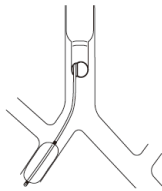

Abb. 10
- Bei einem Patienten mit dem Oberlappen der rechten Lunge, der sich sehr nahe an der Trachealgabelung befindet, kann eine Blockade der Mittel- und Unterlappen der rechten Lunge anstelle der gesamten rechten Lunge durch Platzierung des Blockers im Zwischenbronchus erreicht werden (Abb. 10).